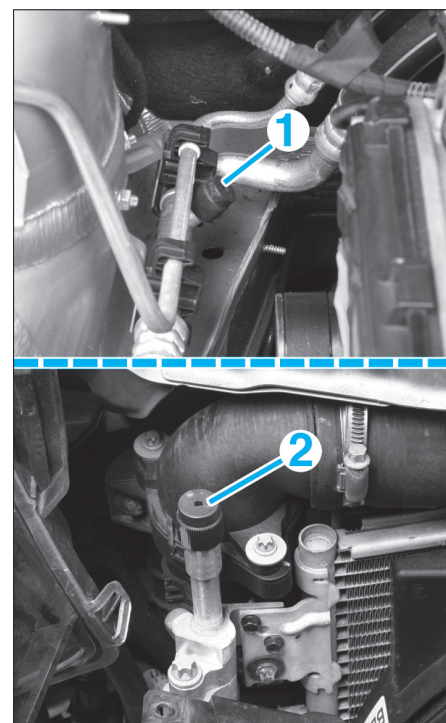

FIG. 28
- Déposer les capuchons des raccords basse (1) et haute (2) pression (fig. 28).